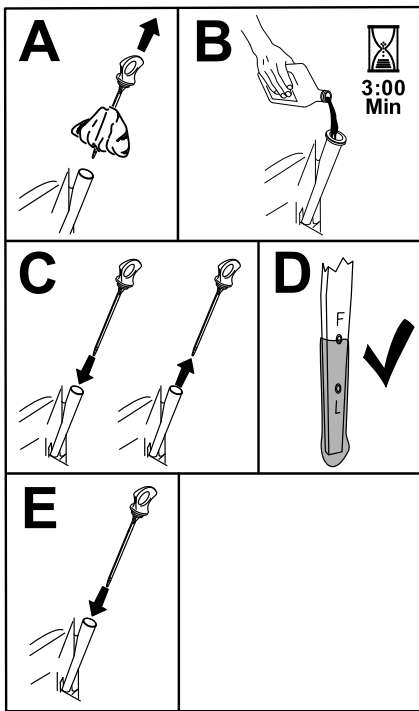

Bild 44
- Gießen Sie langsam ungefähr 80 % der angegebenen Ölart in den Einfüllstutzen und füllen Sie dann vorsichtig mehr Öl ein, um den Ölstand an die Voll-Markierung zu bringen (Bild 44).